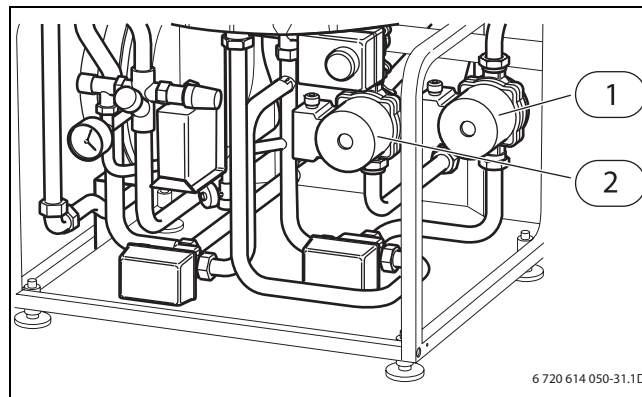

Fig. 98 Tilkoblingsfrirom innvendig enhet
- ▶ Kontroller om varmebærerpumpen har stanset (→ fig. 98 på side 64).
- ▶ Kontroller om primærpumpen har stoppet (→ fig. 98, [1], side 64).